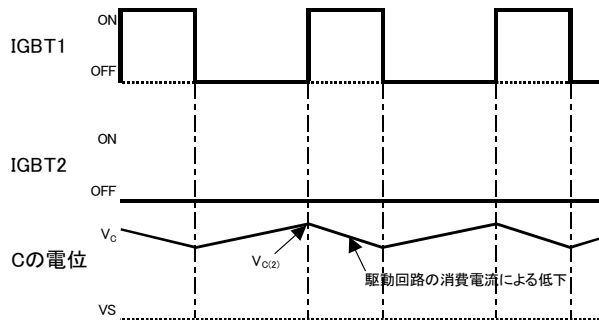

図 4-5: (1-2)のタイミングチャート
- (1-2) IGBT2がOFF状態でFWDiがON状態の時(図 4-5)
抵抗Rは、基本的には、IGBT2の最小ONパルス幅T2で、 ΔV だけCに充電できるC1・R2の時定数となるように設定します。ただし、IGBT1のみが、ON-OFF-ONとなる静止モードが存在する時(図 4-5)は、ON期間で消費された電流による電圧低下分を、OFF期間で充電するように時定数を設定する必要があります。